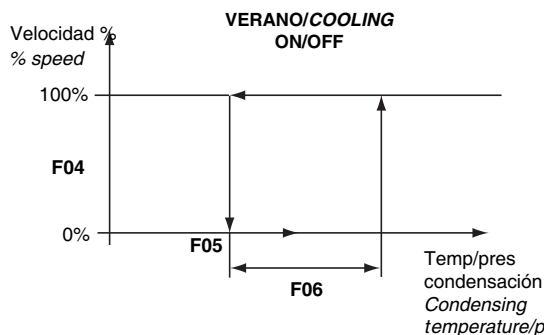

Fig. 5.11
**F05:** Determina la temperatura o la presión por debajo de la cual los ventiladores se mantienen encendidos a la velocidad mínima. En el caso de control Todo/Nada, representa la temperatura o presión por debajo de la cual se apagan los ventiladores (Fig. 5.11).
**F06:** Representa el diferencial de temperatura o presión respecto a F05, por encima del cual los ventiladores arrancan a la velocidad máxima; en el caso de control Todo/Nada representa el diferencial por encima del cual se encienden los ventiladores (Fig. 5.11).
**F08:** Determina la temperatura o la presión por encima de la cual arrancan los ventiladores a la velocidad mínima (Fig 5.12). En el caso de control Todo/Nada, representa la temperatura o presión por encima de la cual se apagan los ventiladores (Fig 5.11).
**F09:** Si se utiliza control de velocidad, representa el diferencial de temperatura o presión respecto a F08, por debajo del cual los ventiladores arrancan a la velocidad máxima (Fig 5.12). En el caso de control Todo/Nada, representa el diferencial por debajo del cual arrancan los ventiladores (Fig. 5.11).
In the case of ON/OFF control, it represents the temperature or pressure below which the fans are switched OFF (Fig.5.11).
**F06:** This represents the temperature or pressure differential in reference to F05 above which the fans are started at maximum speed; in the case of ON/OFF control, this represents the differential above which the fans are started (Fig. 5.11).
In the case of ON/OFF control, it represents the temperature or pressure above which the fans are switched OFF (Fig.5.11)
in the case of ON/OFF control, this represents the differential below which the fans are started (Fig. 5.11).